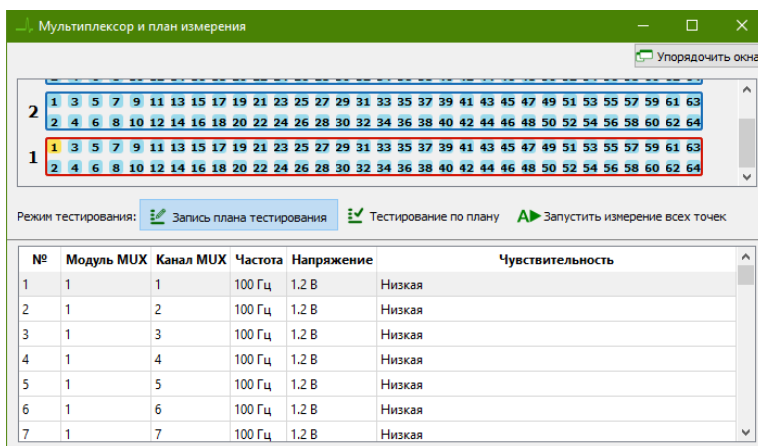

Рисунок 4.31 – Окно «Мультимплексор и план измерения» ПО EPLab.
7. Для записи плана тестирования в окне мультимплексора нажмите кнопку **Запустить измерение всех точек**. Полученные ВАХ отобразятся в таблице (рис. 4.31).